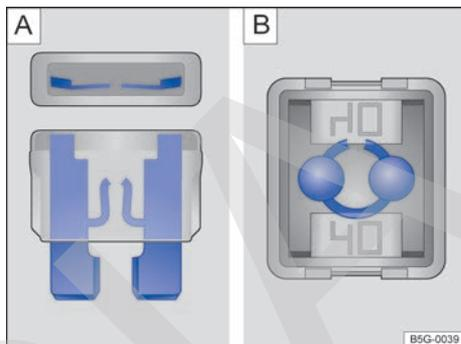

Fig. 206 Fusible fundido: **A** Fusible enchufable plano. **B** Fusible tipo bloque.
- Se puede saber si un *fusible enchufable plano* (ATO®, MINI®) está fundido por la tira de metal quemada visible desde arriba y desde los laterales a través de la carcasa transparente → fig. 206 [A].
- Se puede saber si un *fusible tipo bloque* (JCASE®) está fundido por la tira de metal quemada visible desde arriba a través de la carcasa transparente → fig. 206 [B].